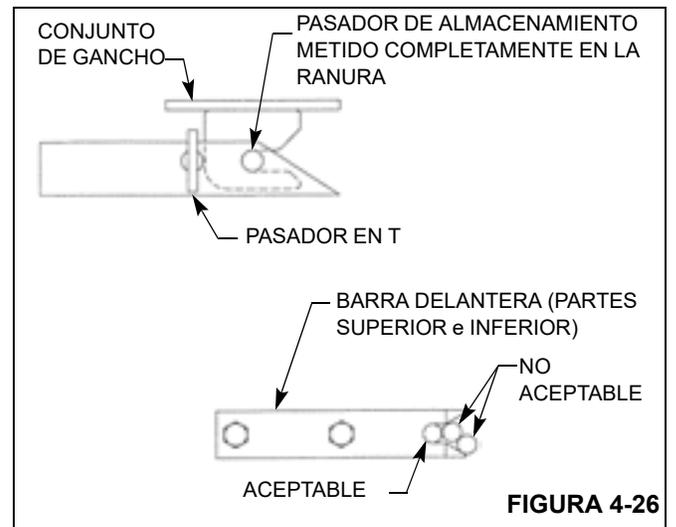

FIGURA 4-26
- Cuando la pluma está completamente retraída, los pasadores de almacenamiento del plumín deben tocar fondo de modo seguro en los conjuntos de orejetas. Consulte la Figura 4-26.